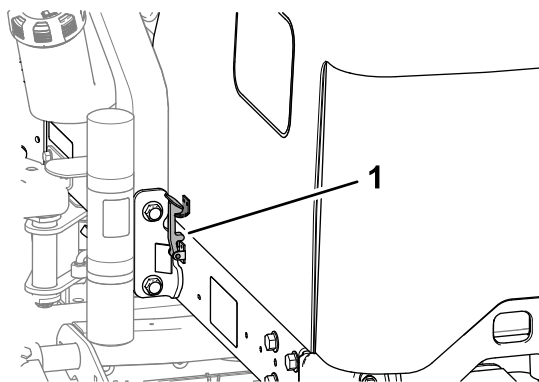

Figura 54
2. Ruotate il cofano in su e indietro (Figura 54).